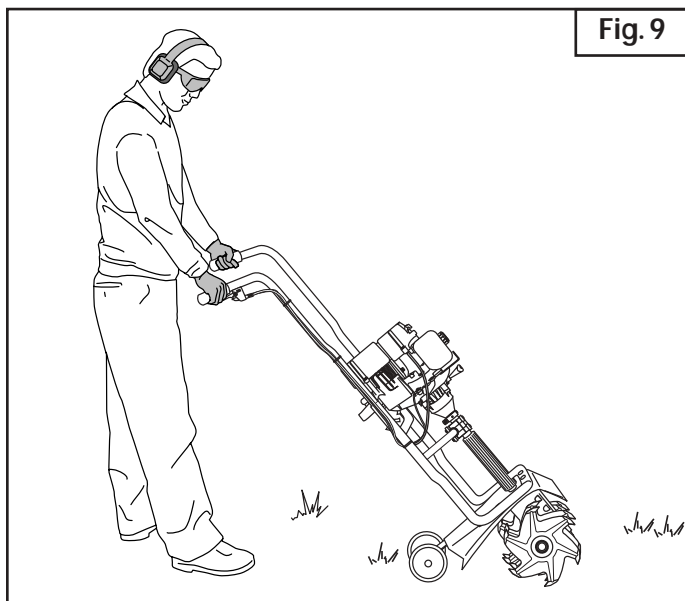

Fig. 9
4. Mientras sostiene ambos mangos del manubrio, baje lentamente el cultivador hasta que las púas hacen contacto con el suelo (Fig. 9).